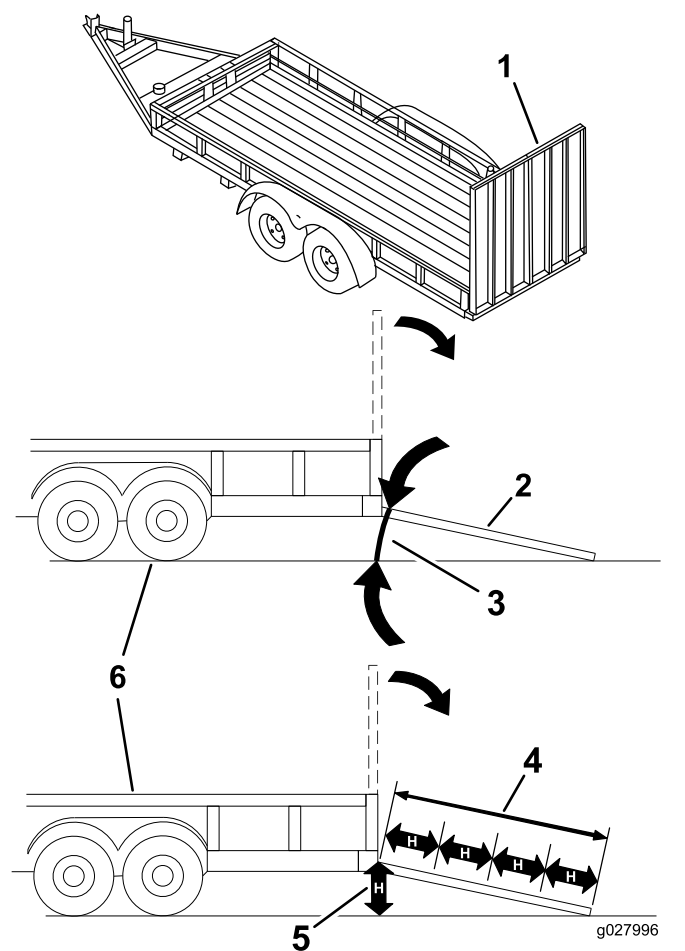

Figure 15
Le chargement de la machine sur une remorque ou un camion augmente le risque de basculement, et donc de blessures graves ou mortelles (Figure 15).
3. Abaissez la rampe pour que l'angle avec le sol ne dépasse pas 12 degrés (Figure 15).
1. Abaissez la rampe pour que l'angle avec le sol ne dépasse pas 12 degrés (Figure 15).